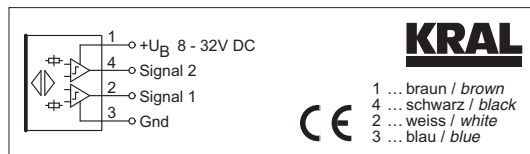

Abb. 21 Anschlussschaltbild BEG 53A/BEG 54A
5. Impulsgeberkabel anschließen, dabei das Anschlussschaltbild beachten, siehe Abb. 21, Seite 37.